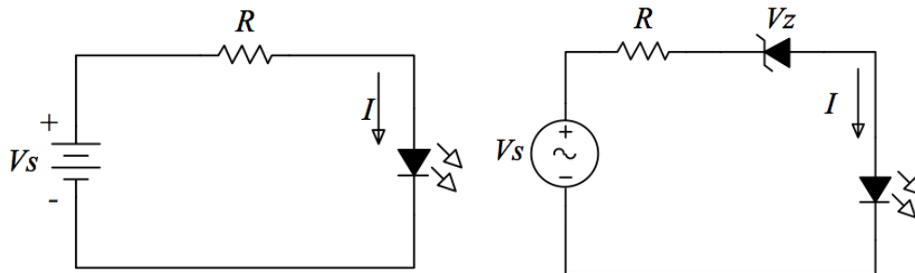

Figure 3: Circuit avec LED (gauche), circuit avec LED et diode Zener en série (gauche).
- (a) Choisissez une LED et prenez note du courant maximal I_m qu'elle peut soutenir. Grâce aux lois de Kirchoff, déterminez la valeur de R nécessaire pour limiter le courant afin de ne pas endommager la LED pour $V_s = 5V$ (voir figure 3).
- (b) Ajoutez cette LED et la résistance R en série avec la diode Zener en polarisation inverse (figure 3). Mesurez la courbe (V,I) en variant V_{cc} , en commençant avec $V_{cc} = 0$. Expliquez la valeur de la tension à laquelle la LED s'allume. Comparez ce résultat avec la courbe (V,I) mesurée précédemment.